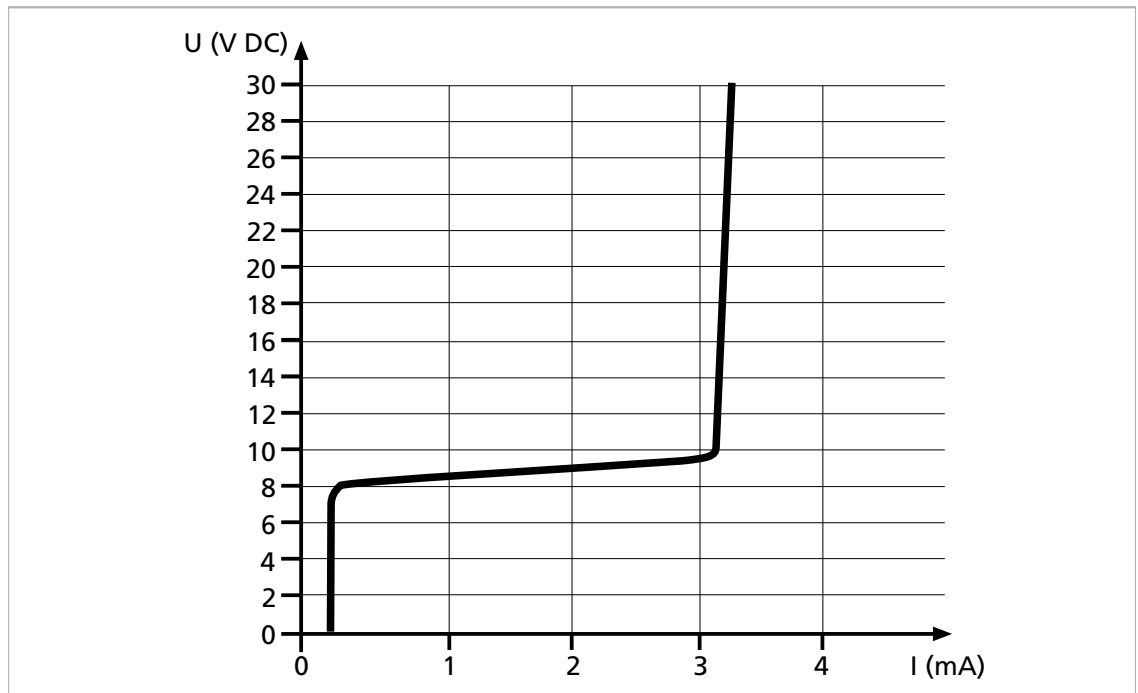

Abb. 27: Eingangskennlinie STO In
- Strom-Spannungs-Verhalten: Siehe Abb. 27